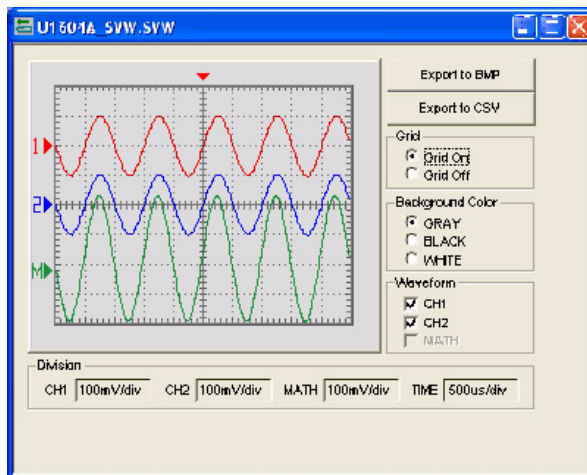

図 21 リコールされた波形とその表示設定
- 3 Open をクリックして保存した波形とそのセットアップ設定を表示します。セットアップ設定は各チャンネルと計算波形の垂直感度 (時間/div) と横比率 (電圧/div) が含まれます。図 21 を参照してください。